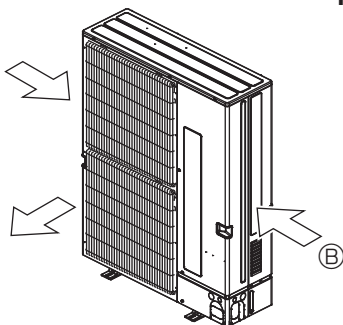

Fig. 3-4
③ Coloque la unidad de manera que la salida de aire sopla en dirección perpendicular a la dirección estacional del viento, si la conoce. (Fig. 3-4)